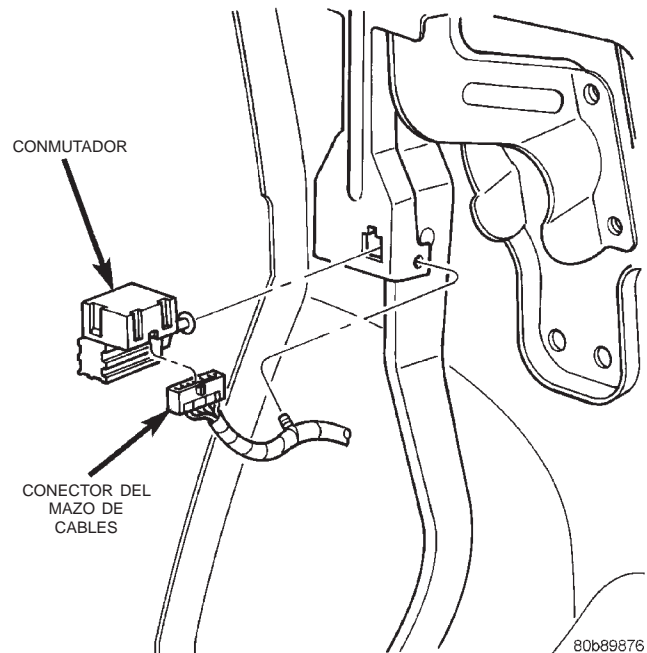

Fig. 16 Conmutador de luz de stop
- (1) Retire la cubierta de la columna de dirección y baje el panel tapizado para acceder al conmutador (si fuera necesario).
- (2) Oprima el pedal del freno hasta el fondo.
- (3) Gire el conmutador 30° aproximadamente hacia la izquierda para desbloquear el retén del conmutador. Luego tire del conmutador hacia atrás y hacia afuera del soporte.
- (4) Desconecte el mazo de cables del conmutador y retire el conmutador del vehículo (Fig. 16).